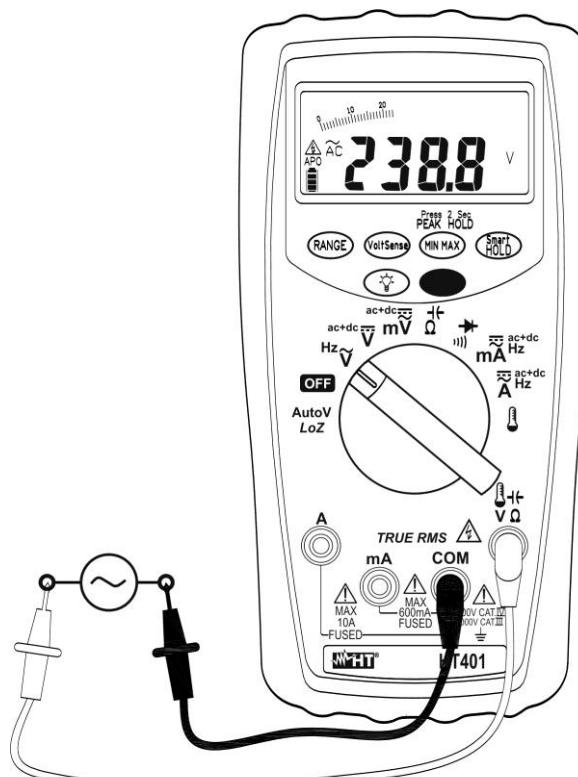

Fig. 3: Medida de Tensión CA
4. Inserte el cable rojo en el terminal de entrada  $\text{V}\Omega$  y el cable negro en el terminal de entrada **COM** (vea la Fig. 3)